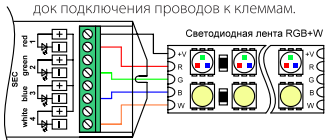
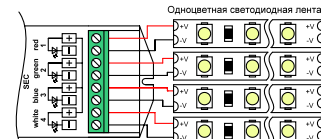

Рис.2. Подключение светодиодной ленты RGB+W
Рис.5. Подключение одноцветной светодиодной ленты
- 3.3. Согласно используемой схеме (Рис.2 – Рис.5), подключите светодиодную ленту или другой совместимый светодиодный источник света к выходу SEC контроллера. Соблюдайте полярность и порядок подключения проводов к клеммам.